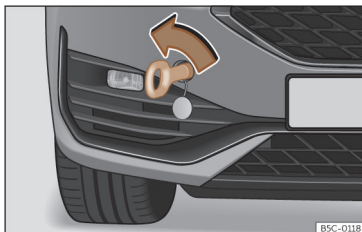

Fig. 48 Parte direita do para-choques dianteiro: argola de reboque enroscada.
- Enrosque a argola de reboque no alojamento girando-a ao máximo **no sentido contrário ao dos ponteiros do relógio** » **Fig. 48** » **⚠.** Utilize um objeto adequado com o qual possa enroscar completa e firmemente a argola de reboque no seu alojamento.